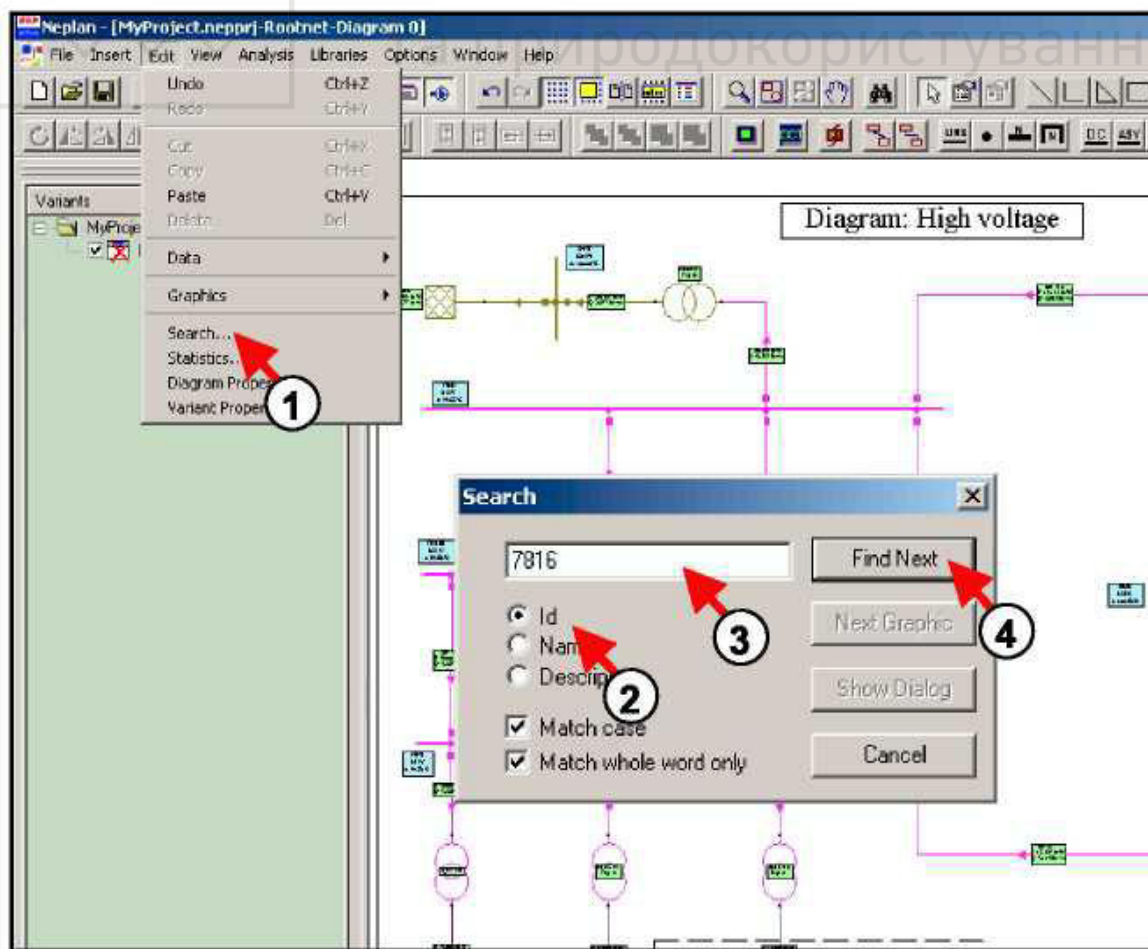

Рисунок 3.4 – Порядок дій для пошуку елемента, щодо якого виникла помилка
При цьому, необхідно відслідковувати, щоб у вікні повідомлень не було ніяких повідомлень про помилку. У разі виявлення помилки потрібно вносити правки в побудовану мережу доти, поки розрахунок поточкорозподілу не завершиться успішно. У випадку отримання повідомлення про помилку в певному елементі, буде відображений його ідентифікаційний номер *ID*. В *NEPLAN* є функція пошуку цього елемента (рис. 3.4).
- натиснути на функцію *Search* в меню *Edit* (цифра 1, рис. 3.4);
- вибрати критерій пошуку: в даному випадку «*ID*» (цифра 2, рис. 3.4);
- ввести *ID* шуканого елемента (цифра 3, рис. 3.4);
- натиснути кнопку *Find Next* (цифра 4, рис. 3.4).